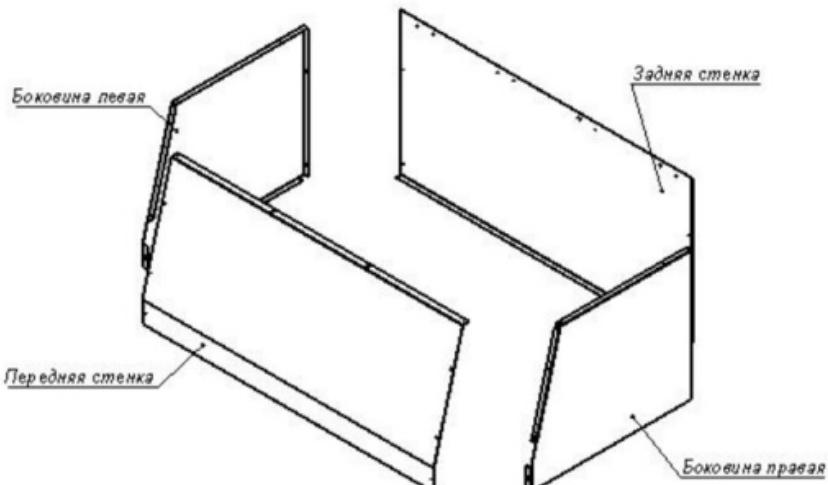

Рис. 2. Сборка короба зонта
- 6.1. Соединить переднюю и заднюю стенки с боковыми стенками при помощи винтов M4x10 с шайбами и гайками (Рис. 2).